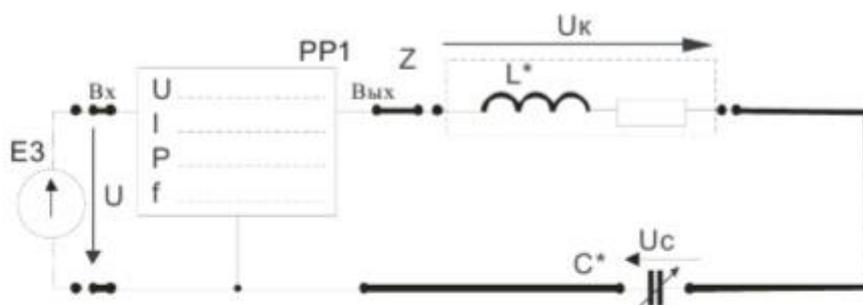

Рис. 2
2.4. Собрать электрическую цепь с последовательным соединением реальной катушки индуктивности  $L^*$  конденсатора  $C^*$  (рис. 2), используя элементы